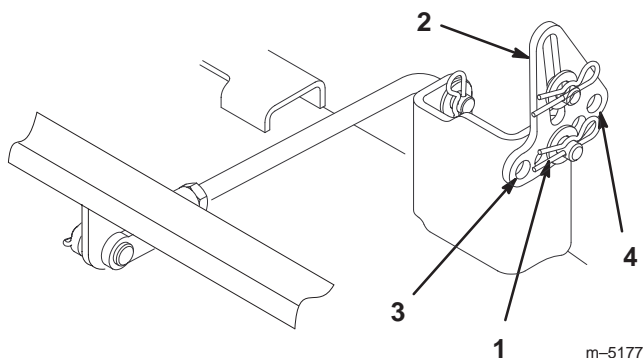

Figure 40
5. Enlevez la goupille fendue et la rondelle de l'une des pattes de mise à niveau (Fig. 40). Pour mettre les lames de niveau, fixez les pattes de mise à niveau dans un autre trou à l'aide de la rondelle et de la goupille fendue (Fig. 40). Utilisez un trou plus en avant pour réduire la hauteur de ce côté, ou un trou plus en arrière pour l'augmenter. Réglez les deux côtés selon les besoins.